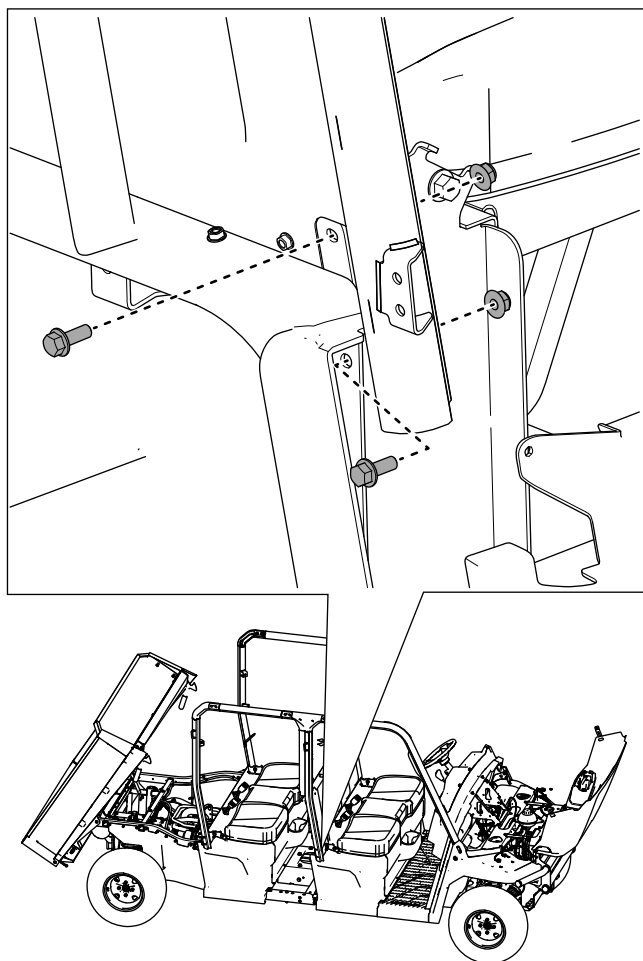

Figure 41
13. Fixez légèrement le bas de la barre centrale droite de l'arceau de sécurité à la base du siège à l'aide de 2 boulons à embase ($\frac{3}{8}$ " x 1") et de 2 contre-écrous ($\frac{3}{8}$ "), comme montré à la **Figure 41**.